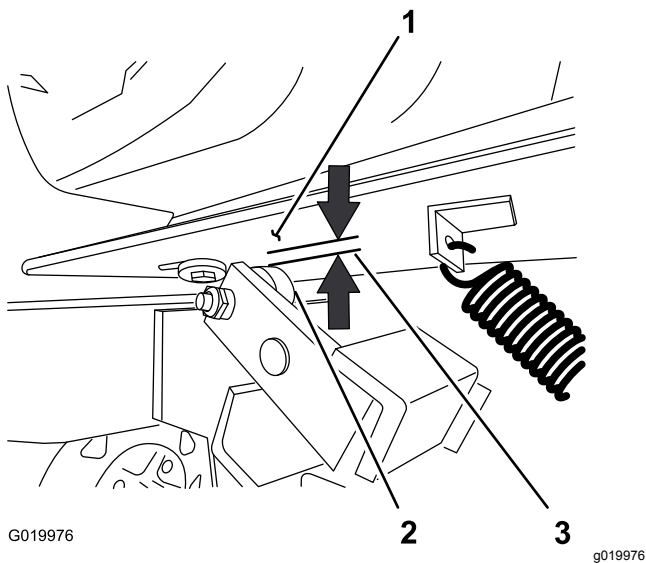

Figura 67
5. Mida la holgura entre la chapa del motor y el rodillo del embrague (Figura 67).